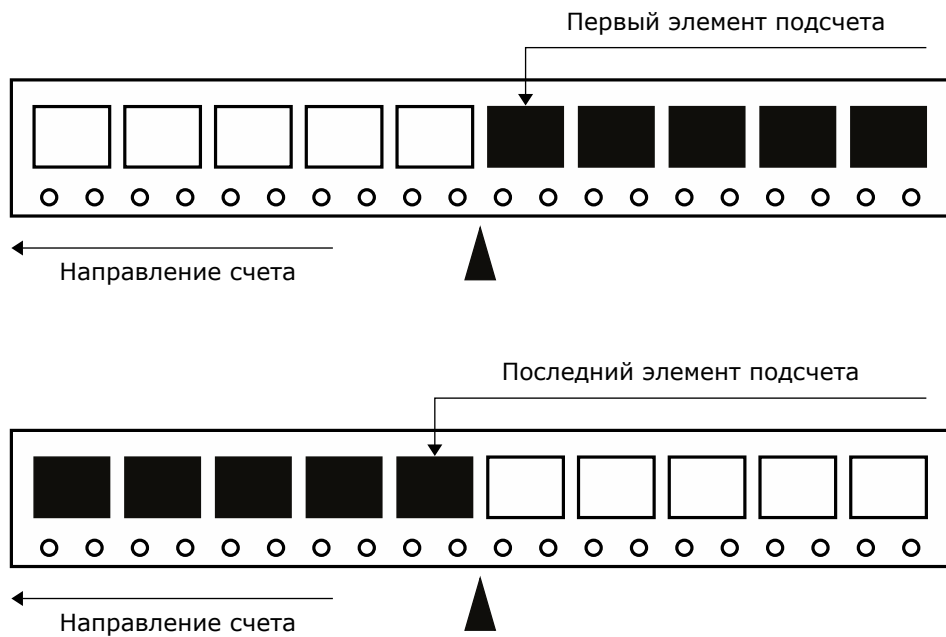

Рис. 2
- 1). Заправьте ленту через счетное колесо, расположив первый элемент, как показано на **рис.2**, согласно направлению подсчета.